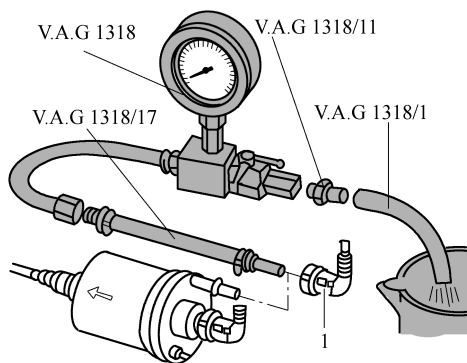

图 2-5-12 连接压力表
16) 将压力测量装置 V. A. G1318 连同适配接头套件 V. A. G1318/17 与软管连接, 如图 2-5-12 所示。